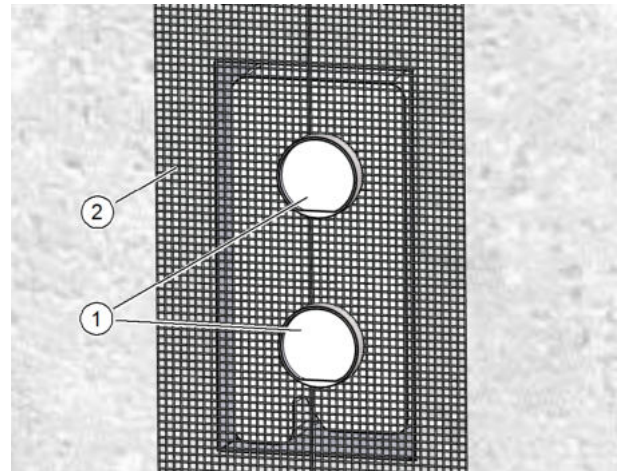
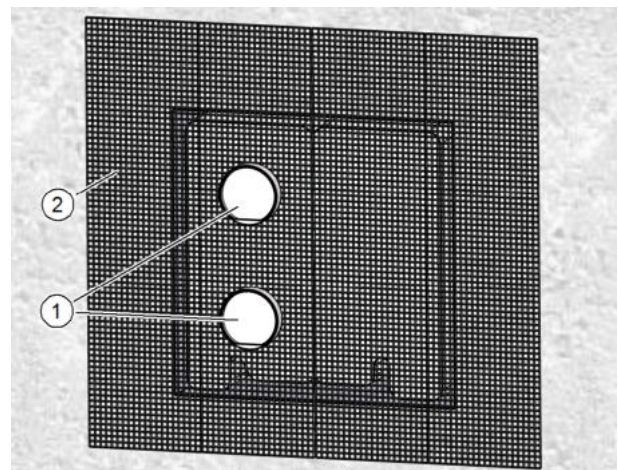

Abb. 24: Mauerkasten **ohne** Füllstück einputzen
Abb. 25: Mauerkasten **mit** Füllstück einputzen
- ▶ Setzen Sie die Putzschutzhülsen (Pos. 1 in Abb. 24 und Abb. 25) ein. Sie sollen soweit über die Massivwand herausragen, dass sie mit dem späteren Putzauftrag bündig abschließen. Die Putzschutzhülsen bilden die Beiputzfläche für den Außenputz.
- ▶ Bringen Sie das Putzgewebe (Pos. 2 in Abb. 24 und Abb. 25) außen auf den Mauerkasten, auf das Mauerwerk bzw. auf die Fassadendämmung an.